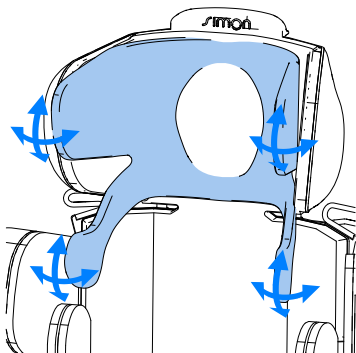

Abb. 22
11.6 Einstellung und Anpassung des Kopfstützeneinsatzes (Abb.22)